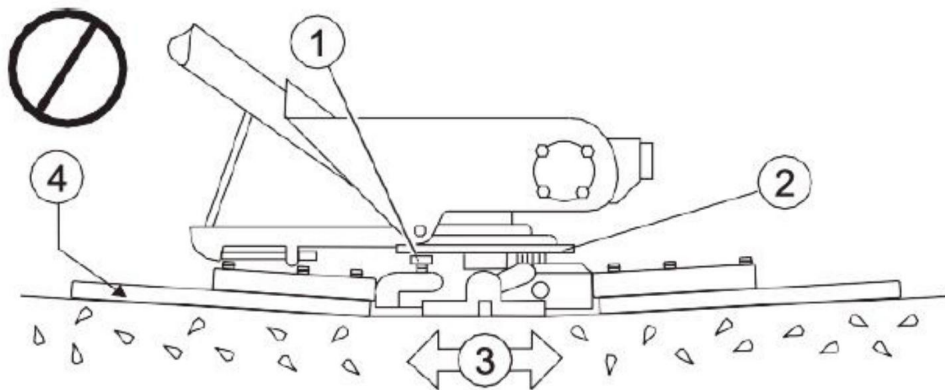

FIG.17
13.2.2 Plaats de messen zo vlak mogelijk. De stelbouten mogen allemaal nauwelijks contact maken met de onderste slijtplaat op de spiderbox. Als men geen contact maakt, zal bijsturing nodig zijn. (FIG.17,FIG.4).
13.2 Afstelling troffelarm vervolgd FIG.17 illustreert